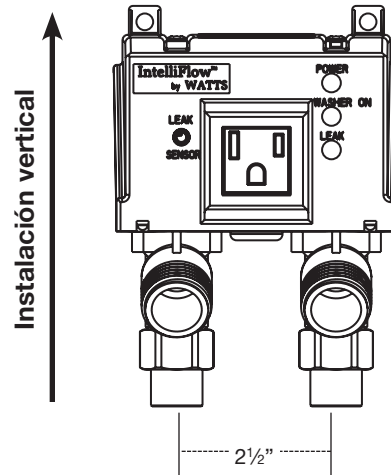

Figura 3
- Las cañerías deben tener un tamaño de 2 $\frac{3}{8}$ " en el centro (Figura 3).